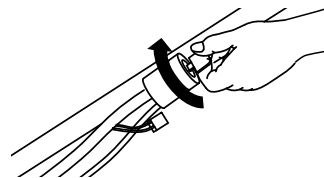
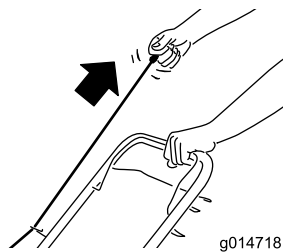

Figura 15
Figura 16
2. Gire la llave de contacto (modelo de arranque eléctrico solamente; consulte Figura 15) o tire del arrancador de retroceso (Figura 16).